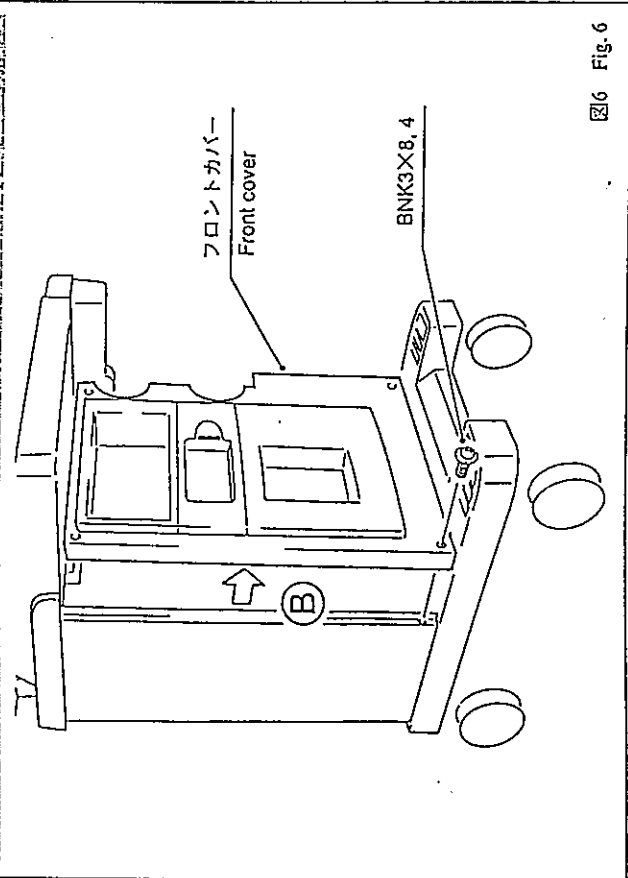

図6 Fig. 6
(13) フロントカバーを、ねじ4本を外して取り外す。(図6㊹)
(13) Unfasten 4 screws and remove front cover. (㊹ in Fig. 6)